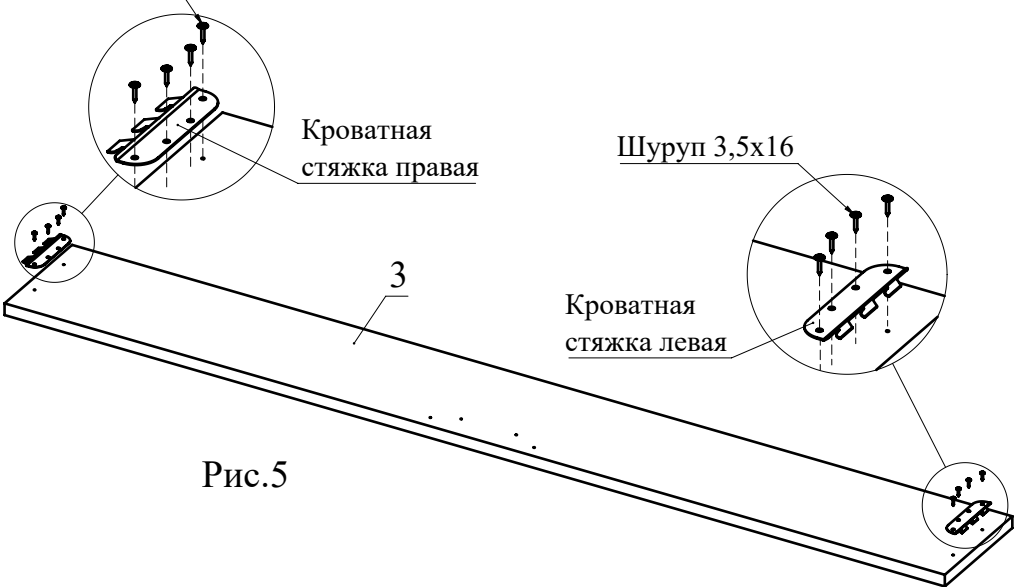

Рис.5
6. С помощью шурупов 3,5х16 прикрутите кроватные стяжки левые и кроватные стяжки правые к деталям 3 (Рис. 5).